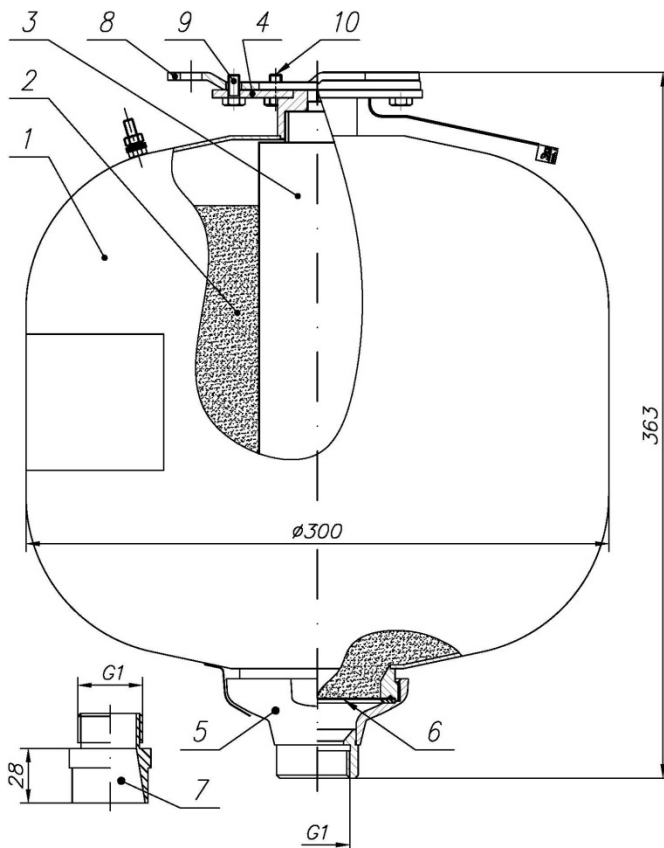

Рис. 1. Устройство модуля порошкового пожаротушения «БУРАН-15КД 10»
4.1. Модуль (рис.1) представляет собой герметичную конструкцию, состоящую из стального корпуса 1, заполненного огнетушащим порошком 2, генератора газа 3 с электроактиватором, держателя модуля 4, выпускного насадка 5 и разрывной мембраны 6 с насечками. Разрывная мембрана плотно прижата к корпусу выпускным насадком. На выходном отверстии выпускного насадка имеется резьба G1 для установки распылителя 7.
6.2. Соединить держатель модуля 4 (рис. 1) с кронштейном 8 так, чтобы головки болтов 10 вошли в широкие части пазов держателя модуля. После этого повернуть модуль вокруг оси до упора, болты при этом заходят в узкие части пазов и